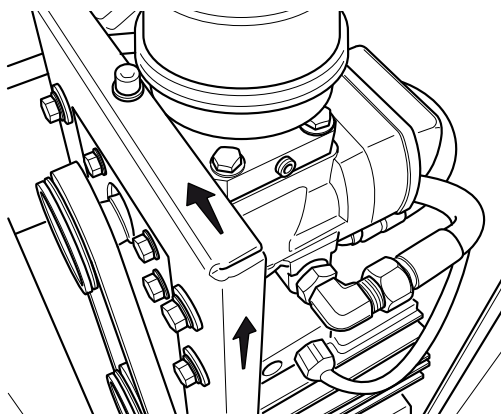

Рис. 3.2
- Перед запуском машины снять переднюю и заднюю панели, слить небольшое количество масла (150-200 гр) из масловоздушного ресивера через кран слива масла в чистую ёмкость и залить его в винтовой блок через впускной клапан, демонтировав воздушный фильтр или весь впускной клапан. Установить снятые детали на место, провернуть на несколько оборотов винтовой блок по направлению вращения указанному стрелкой на винтовом блоке. Включить машину, установив выключатель (2) в положение ON, и убедиться в правильном направлении вращения двигателя, которое показано стрелками на пластине винт-двигатель (рис. 3.2). В случае неверного направления вращения немедленно выключить машину путем установки выключателя (2) и настенного выключателя в положение OFF.